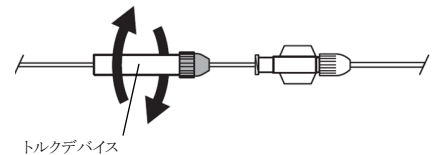

図 4
- ⑦ エックス線透視下で塞栓用コイルが適切な位置にあることを確認する。塞栓用コイルの位置または配置が不十分な場合、大きな抵抗がない限り、塞栓用コイルをカテーテル内に収納し、位置調整することができる。
- ⑧ 塞栓用コイルが適切な位置にあることを確認した後、トルクデバイスを装着して塞栓用コイルの離脱を感じる、またはエックス線透視下で確認するまでデリバリーワイヤを反時計回りに 8~10 回ほど回転させる（図 4）。